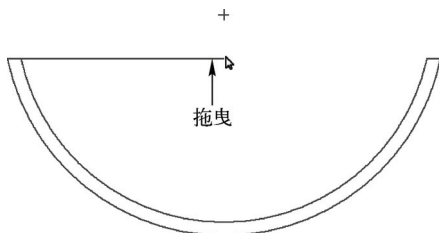

图 2-9 拖曳鼠标指针
STEP 03 在绘图区左上方合适的位置处单击鼠标左键，确定起始点，向右移动鼠标指针，如图 2-9 所示。